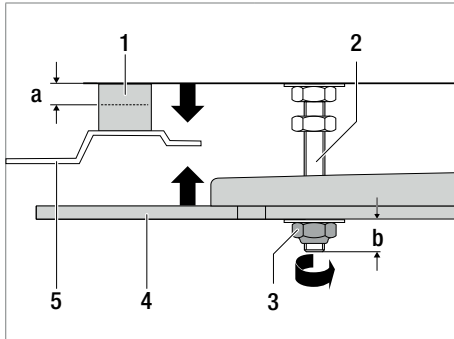
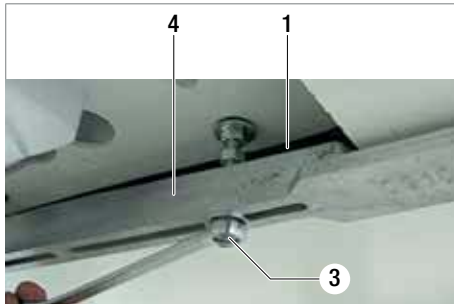

Bild 21
Bild 22
- Halterungen (4) durch Anziehen der Mutter (3) befestigen, bis die Höhe EPDM-Dichtung (1) zwischen 3 und 6 mm (a) beträgt.
- Der Stehbolzen (2) darf nach dem Festziehen der selbstsichernden Mutter (3) max. 10 mm (b) über die Halterung (4) hinausragen (Bild 21 und Bild 22).